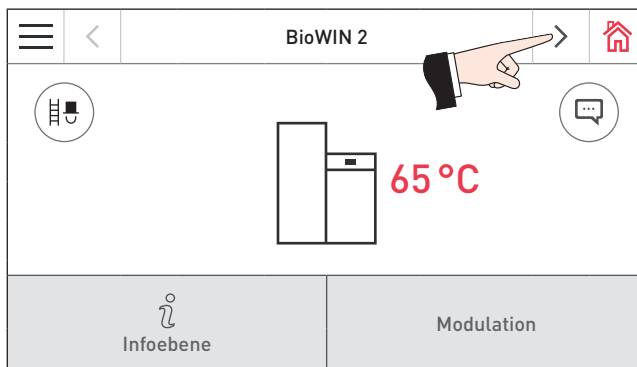

Fig. 21 Homescreen BioWIN 2
- ▶ Mit den Tasten < > (Fig. 21) oder durch „Wischen“ auf den Homescreen des Funktionsmodul Heizkreis wechseln – Fig. 22.